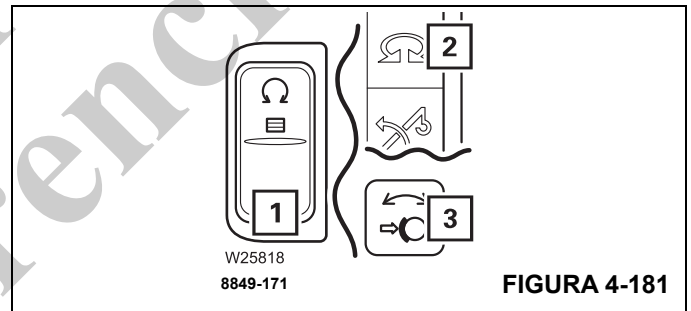

FIGURA 4-181
- Presione el botón (1), (Figura 4-181), una vez.
- La luz en el botón (1), (Figura 4-181), se iluminará parcialmente.
- El símbolo (2), (Figura 4-181), se tornará de color rojo si se desactiva la corona de giro.
- El freno de la corona de giro se aplica – la luz (3), (Figura 4-181), se enciende.